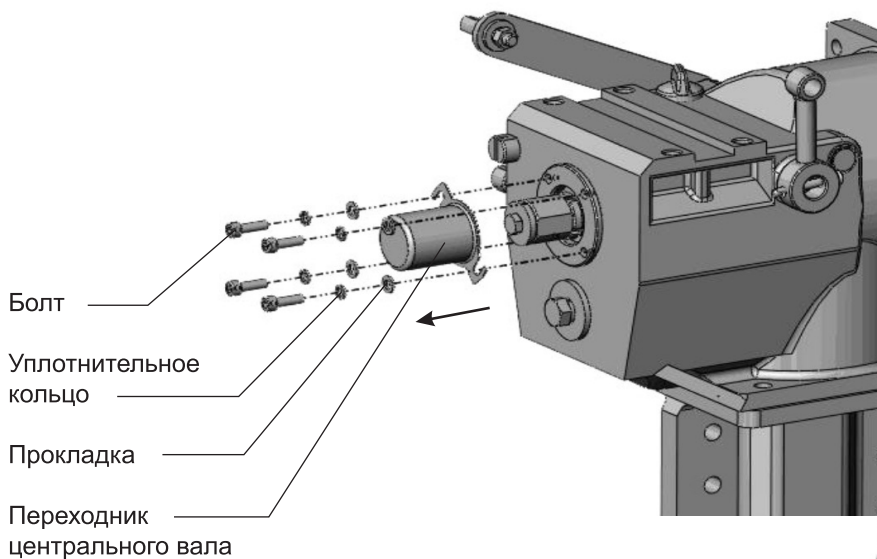

*Рис.2. Косилка роторная*
5.2. Косилка устанавливается на мотоблок через соединительный фланец и переходник редуктора (*рис. 2*).